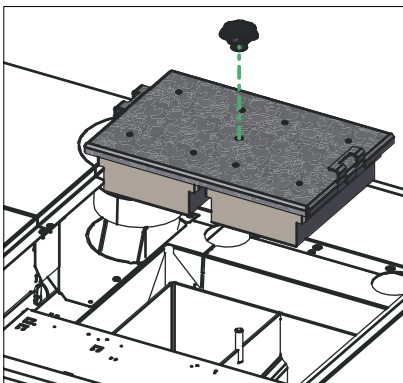

Fig. 48 V Svitare il collegamento a vite e estrarre il coperchio
- Ruotare il collegamento a vite sul coperchio e rimuovere il coperchio – Fig. 48.